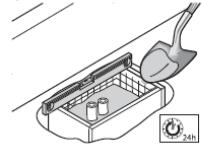

Figura 3
5. Llenar la caja con concreto y esperar a que se cure durante al menos 24 horas (Figura 3).